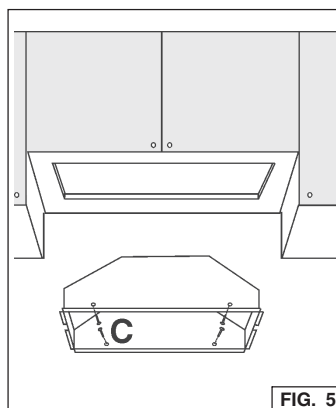
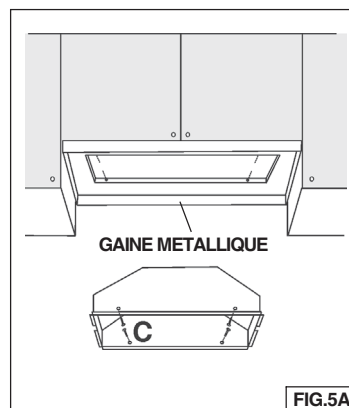

FIG. 5
FIG.5A
4. **REMARQUE :** Pour les installations où le module de puissance se trouve à moins de 30" au-dessus du plan de cuisson, il est recommandé de glisser ce dernier dans une enveloppe métallique ou dans un corps incombustible. Cette précaution facilitera le nettoyage et fournira une protection au meuble (Fig. 5A).
6. Placer la hotte dans le meuble (Fig. 5) ou dans la gaine en métal (Fig. 5A) et la fixer à l'aide (4) des vis "C" de montage pour tôle.
(Fig. 5 – installation arrière en bois – épaisseur recommandée 1/2"-3/4").